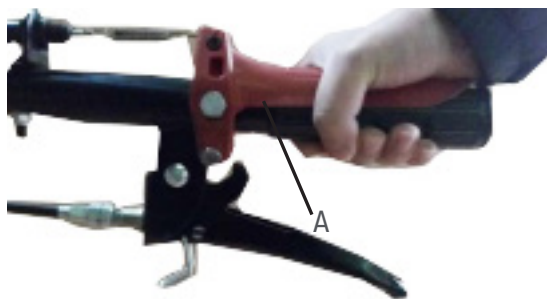

Fig.15
Accelerați motorul și eliberați maneta de ambreiaj (A) încet și complet, pentru a începe să ruleze (fig. 15). Este un sistem de control, pentru siguranță, maneta A trebuie întotdeauna apăsată pentru ca utilajul să funcționeze. În cazul în care apare o anumită situație de urgență, trebuie doar să se elibereze maneta, astfel că motorul se va opri.